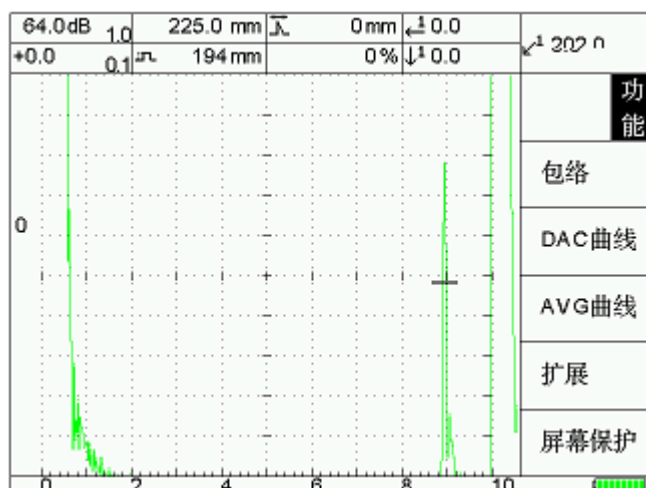

图 5-14
- (1) 按[功能]进入，将闸门 1 罩住 $200\Phi 2$ 平底孔回波（图 5-14）。